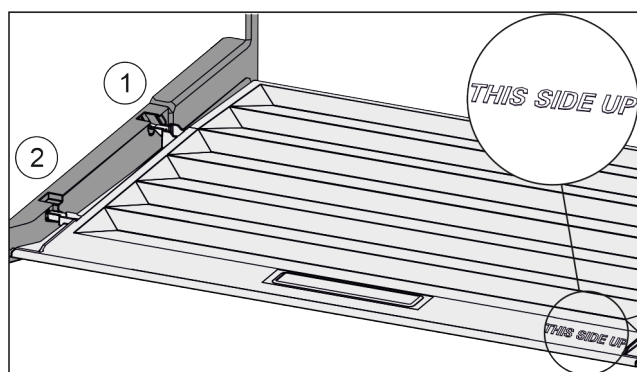

Fig. 105
- Introduzca los nervios de la tapa por la abertura del soporte trasero Fig. 105 (1) y encájelos por delante en el soporte Fig. 105 (2).